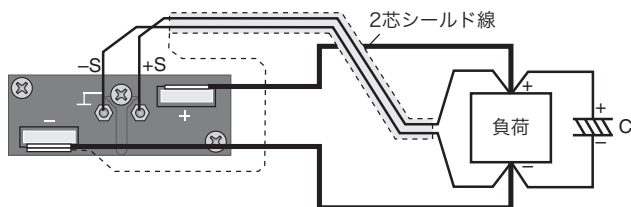

図 3-5 リモートセンシングの接続
3. 図 3-5 のように、センシング端子に付属のネジを使用してセンシング端子と負荷端の間にセンシング線を接続します。